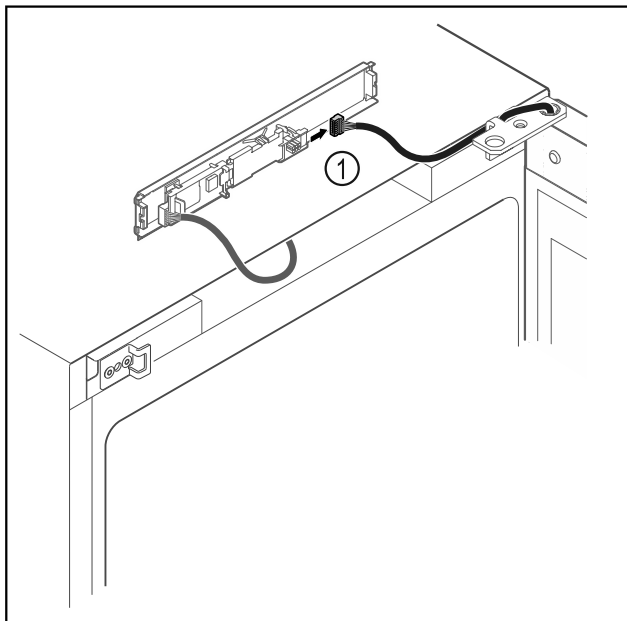

Fig. 8
- Shkëputni spinën Fig. 8 (1) nga qarku.